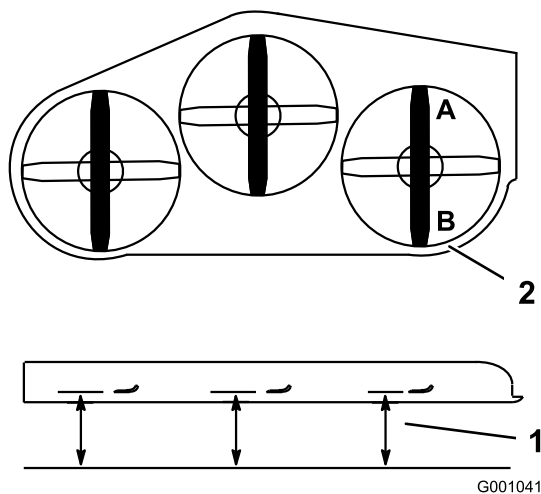

Figure 60
1. Tournez la lame **droite** dans le sens longitudinal (Figure 60).
2. Mesurez la distance au point **A** entre la surface plane et le tranchant de la pointe de la lame droite (Figure 60).
4. Mesurez la distance au point **B** entre la surface plane et le tranchant de la pointe de la lame droite (Figure 60).
6. La lame doit être plus basse de 6 à 10 mm (1/4 à 3/8 pouce) au point **A** qu'au point **B** (Figure 60). Si ce n'est pas le cas, passez aux étapes suivantes.